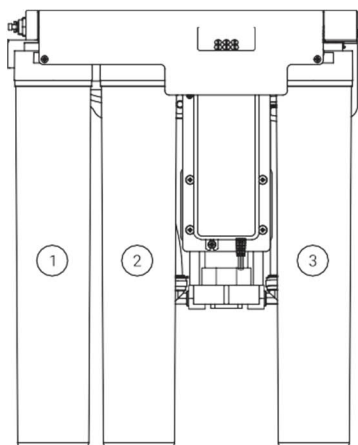

Рис. 16.
2. Установите картриджи в крышку в соответствии с нумерацией ступеней системы (рис. 16).